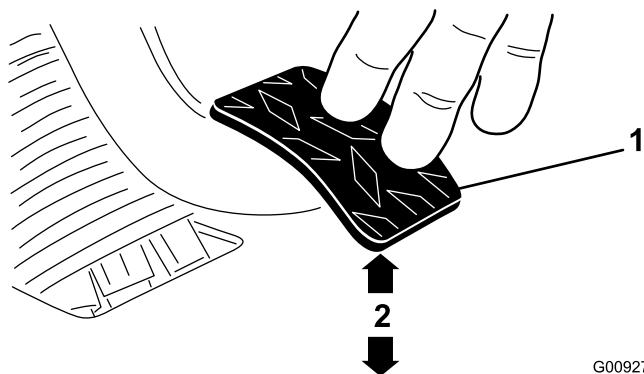

Figura 66
3. Regolate i controdadi o il giunto a sfera fino a quando, applicando sul pedale una forza di 1,8 kg, il bordo inferiore posteriore del pedale della frizione si trova a una distanza di $9,5 \pm 0,3$ cm dalla superficie con motivo a rombi del pianale del veicolo (Figura 66).